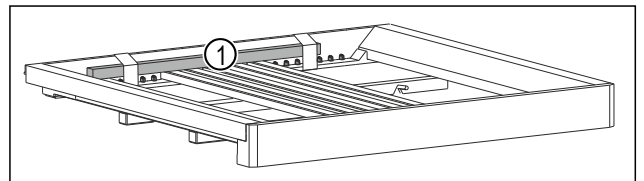

Fig. 5
- Holzstab Fig. 5 (1) entfernen.